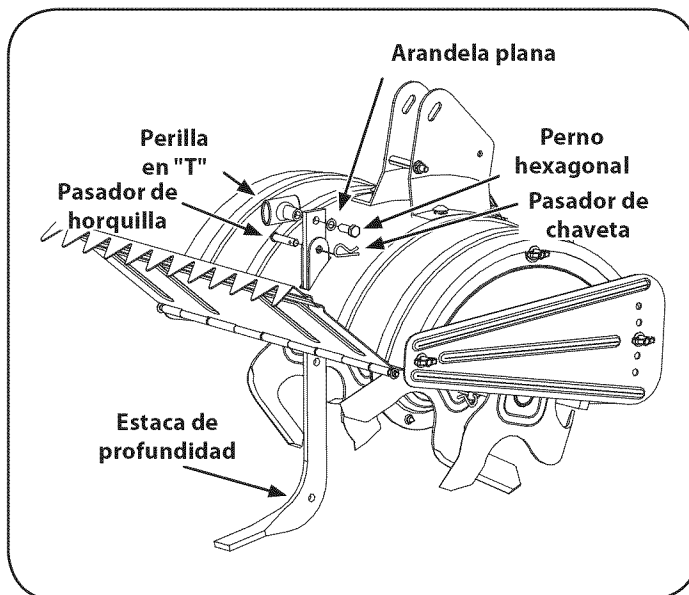

Figura 1
2. Desenrosque la perilla en "T" de la parte superior de la estaca de profundidad y retire la arandela plana y el perno hexagonal. Saque el pasador de chaveta del pasador de horquilla. Vea la Figura 1.
hexagonal. Ajuste bien. Vea la Figura 1.